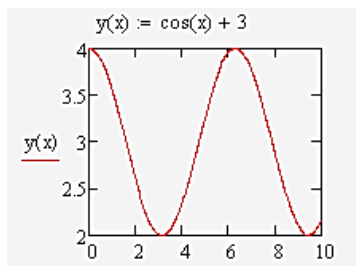

Рис. 4.1. Двовірний графік
Функція – це правило, яке ставить у відповідність кожному елементу множини (області значень) один і тільки один елемент з другої множини (рис. 4.1).
Графік – це крива, що зображує залежність функції від незалежної змінної, а ординати — відповідним значенням функції (рис. 4.1).
1. двовірний – демонструють залежність функції від однієї змінної (рис. 4.1);